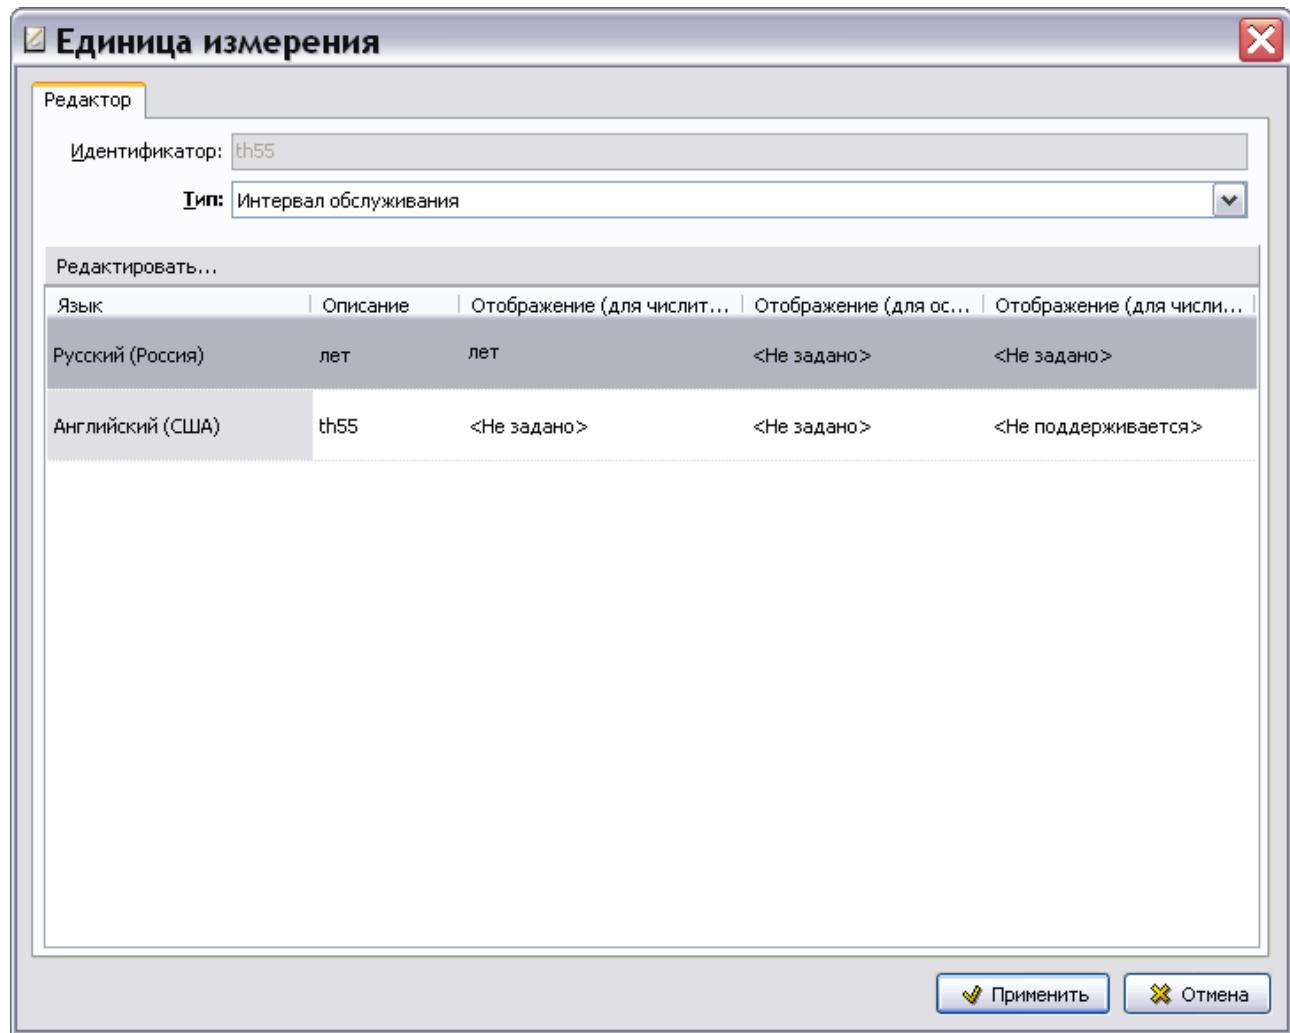

Рис. 3.112
Рассмотрим пример редактирования единицы измерения «лет». В окне **Единицы измерения** выделите единицу измерения «лет» и нажмите на кнопку **Редактировать**. После этого появится окно **Единица измерения** (Рис. 3.112).
1. В окне **Единица измерения** в разделе **Редактировать** выделите строку параметров единицы измерения (Рис. 3.112).